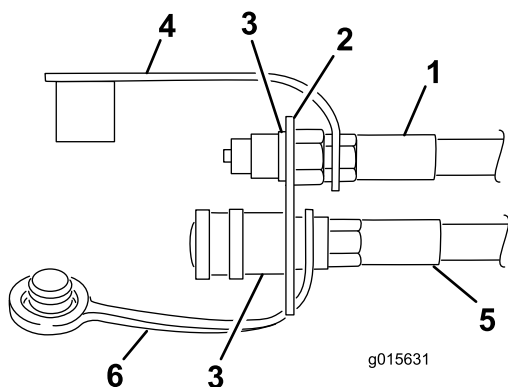

図 12
3. ホースアセンブリをメスカップラに固定する（図 12）。
4. ダストキャップ（図 12）のループ部に、後バルブフィッティングから来ている油圧ホースを通す。
6. ホースの端部をカップラブラケットの上穴に通す（図 12）。